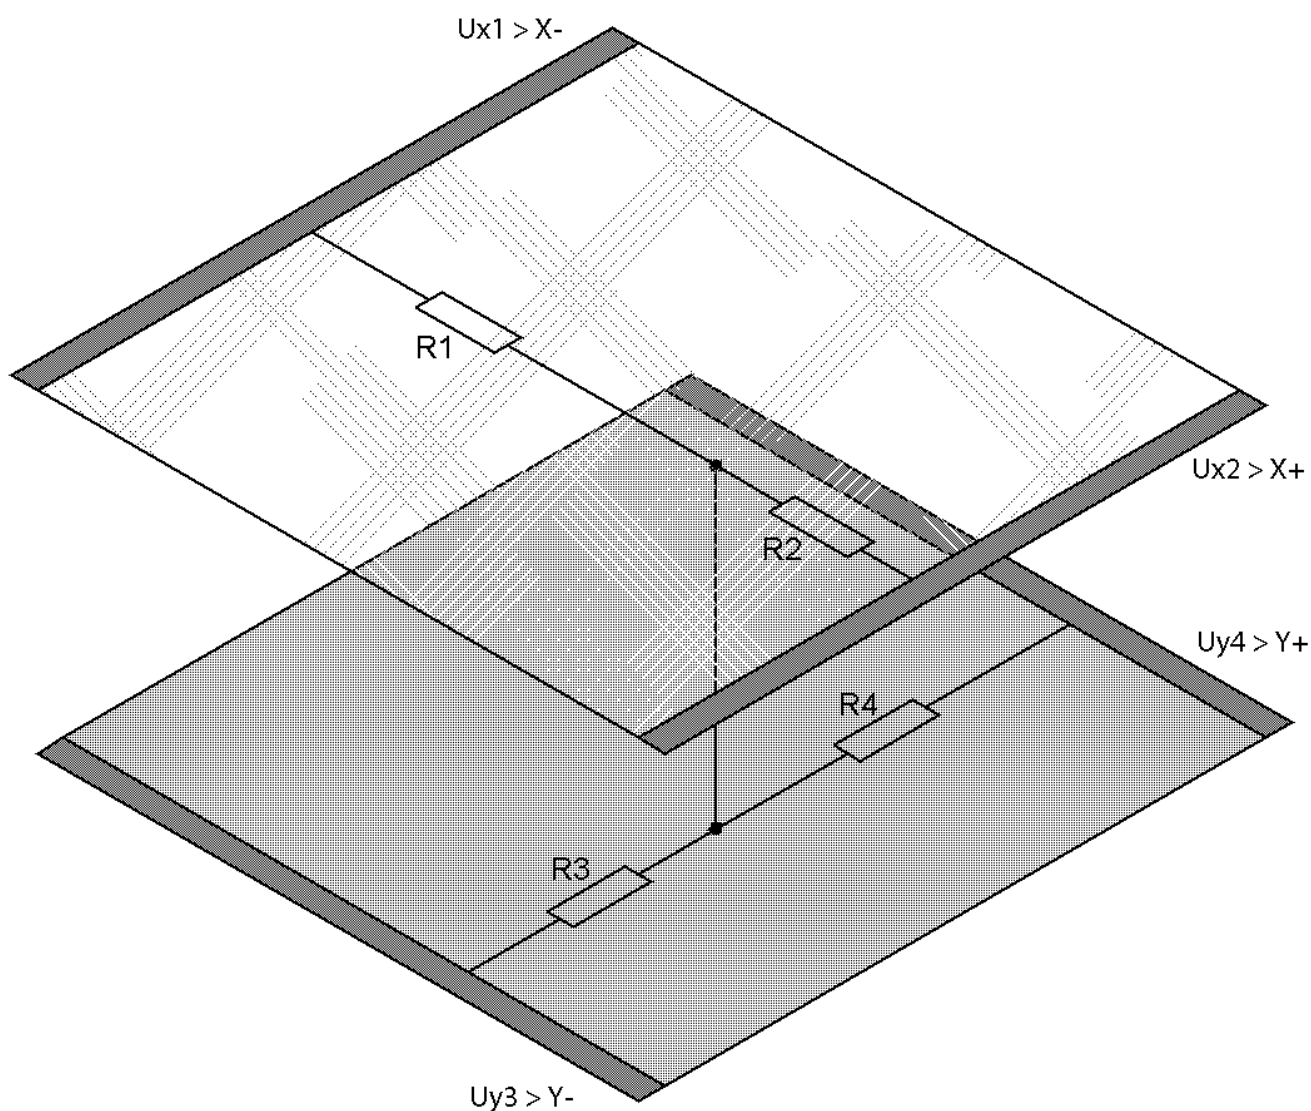

Рисунок 1
1. На верхний электрод (**Uy4** **рис. 1**) подаётся напряжение +5В, нижний (**Uy3** **рис. 1**) заземляется. Левый с правым (**Ux1**, **Ux2** **рис. 1**) соединяются накоротко, и проверяется напряжение на них. Это напряжение соответствует **Y**-координате экрана.
2. Аналогично на левый и правый электрод (**Ux1**, **Ux2** **рис. 1**) подаётся +5В и «земля», с верхнего и нижнего (**Uy4**, **Uy3** **рис. 1**) считывается **X**-координата.